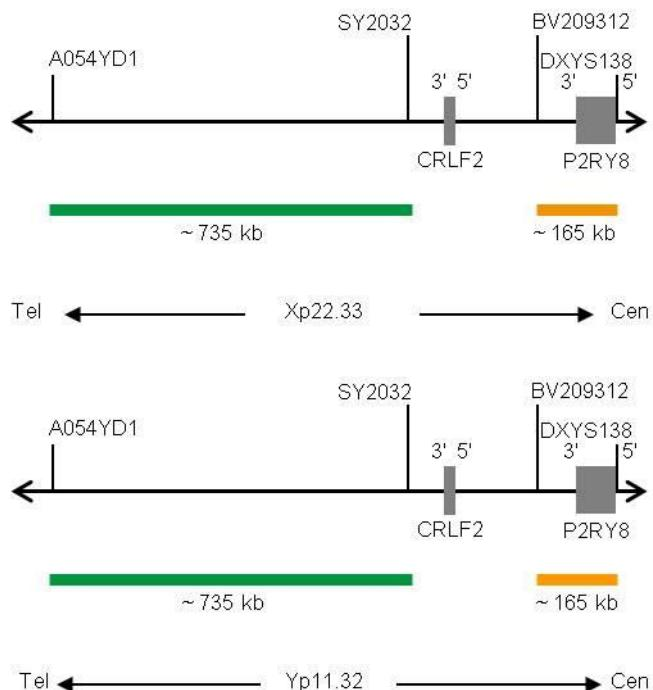

Fig. 1: Cima: Cromossoma X - SPEC CRLF2 Mapa da sonda; Baixo: Cromossoma Y - SPEC CRLF2 Mapa da sonda (sem escala)
- Polinucleótidos (~10.0 ng/μl) com marcação ZyGreen (excitação 503 nm/emissão 528 nm), dirigidos ao mapeamento de sequências alvo em Xp22.33 (chrX:513,125-1,245,395), e Yp11.32\* (chrY:463,125-1,195,395) distais ao ponto de quebra do gene CRLF2 (ver Fig. 1).
- Polinucleótidos (~4.5 ng/μl) com marcação ZyOrange (excitação 547 nm/emissão 572 nm), dirigidos ao mapeamento de sequências alvo em Xp22.33 (chrX:1,497,976-1,660,328), e Yp11.32\* (chrY:1,498,976-1,657,328) proximais ao ponto de quebra do gene CRLF2 (ver Fig. 1).